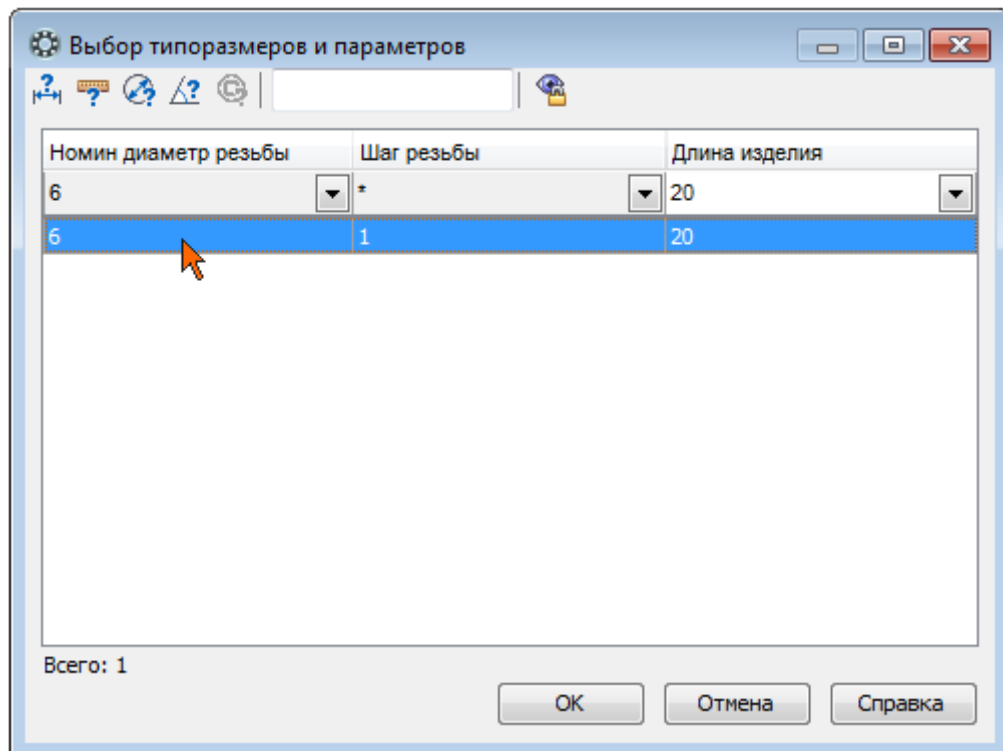

Рисунок 28.
- В списке останется единственная строка, отвечающая заданным условиям. Выполните на ней двойной щелчок мышью (рис. 28).